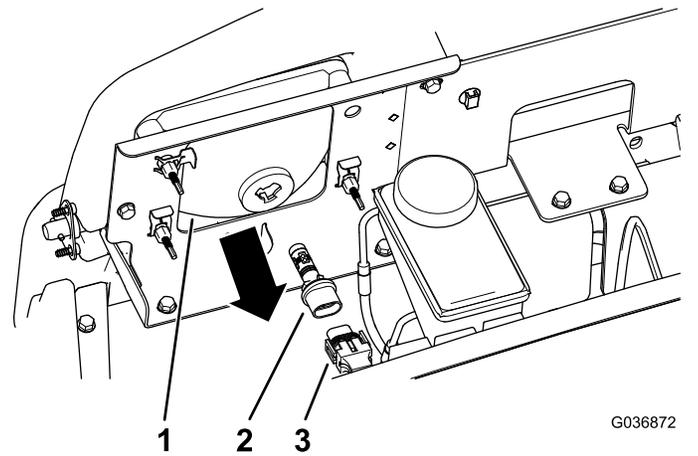

Figura 54
3. Desconecte el conector eléctrico del arnés de cables del conector de la lámpara, en la parte trasera de la carcasa del faro (Figura 54).
4. Retire el conjunto de la lámpara girándola $\frac{1}{4}$ de vuelta en sentido antihorario y desplazándola hacia atrás (Figura 54).
5. Instale el conjunto de lámpara nueva y la carcasa del faro y alinee las pestañas del conjunto de la lámpara con las ranuras de la carcasa del faro (Figura 54).
6. Sujete el conjunto de la lámpara girándola $\frac{1}{4}$ de vuelta en sentido antihorario (Figura 54).
7. Conecte el conector eléctrico del arnés de cables al conector del conjunto de la lámpara nueva (Figura 54).